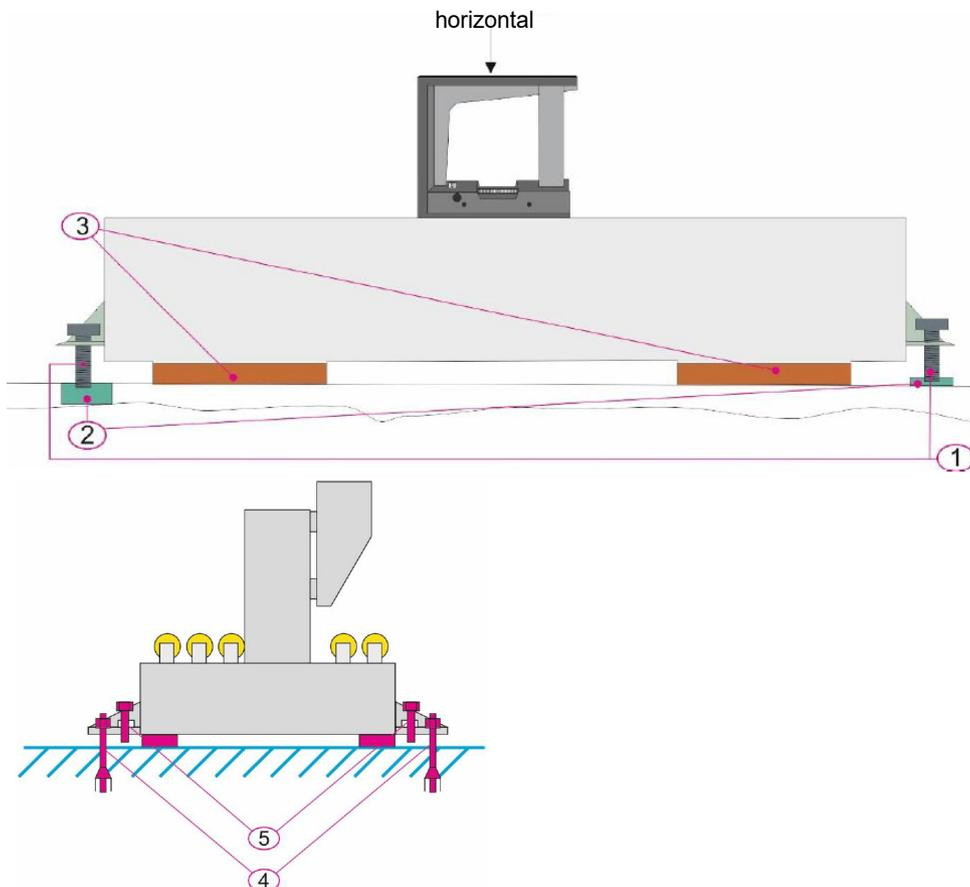

Abb. 5-2: Aufstellung und Befestigung der Maschine
- ➔ Mit Standschrauben (Pos. 1, Abb. 5-2) die Maschine direkt auf die Ebene ausrichten. Wir empfehlen, Bleche mit einer Dicke von mindestens 10 mm unter die Standschrauben zu legen.
- ➔ Unterstützen Sie die Maschinenbasis mit Metallblechen in der Nähe der Standschrauben mit geeigneter Höhe (Pos. 3, Abb. 5-2). Die Abmessungen der Bleche sollten mindestens 100x100 mm sein.
- ➔ Bohren Sie die Löcher für die Anker (Pos. 4, Abb. 5-2) und verankern Sie die Maschine. Die Standschrauben müssen vor dem Anziehen der Verankerungen gelockert werden, damit die Maschine beim Festziehen nicht auf den Schrauben steht.